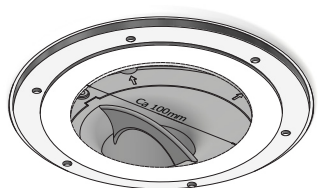

Fig. 8a
8. Monter deretter klemringen på plass igjen (vinylbelegg varmes slik at det blir mykt før klemring monteres. Skjær et rundt hull i midten av klemringen for enklere å plassere skruehullene riktig). Pass på at o-ringen sitter riktig i sporet sitt. (Fig. 8a og 8b)